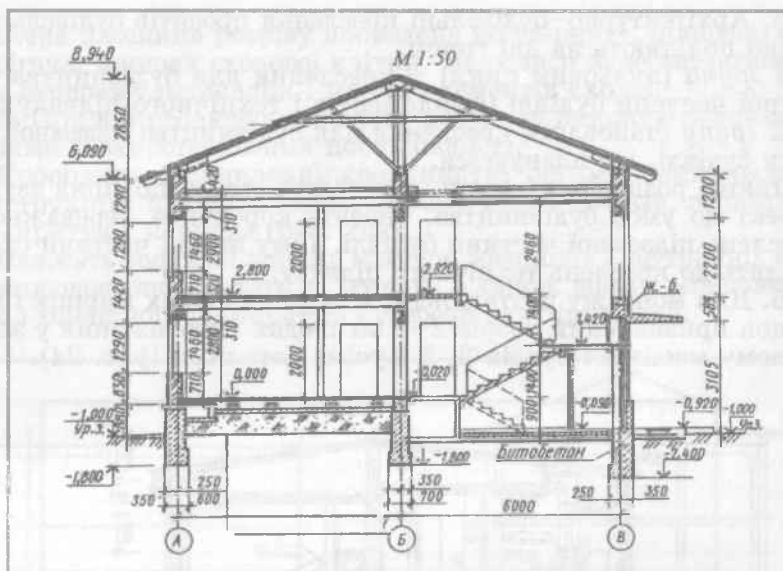

Рис. 22. Розріз 1-1
2. На стадії розробки робочих креслень виконують конструкційні розрізи будівлі, де чітко показують конструкційні елементи будівлі (фундаменти, перекриття, крокви) та їхні сполучення (рис. 22).